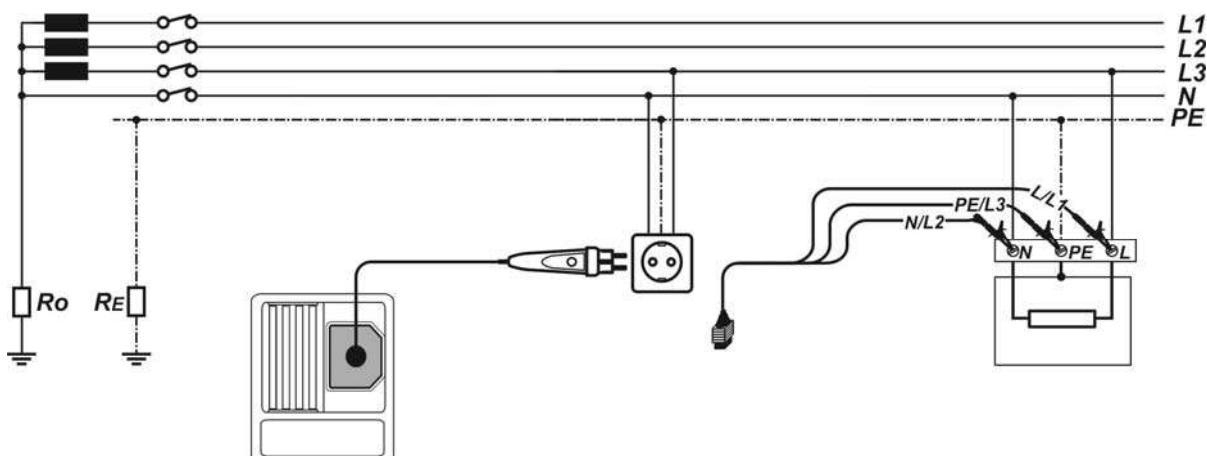

Рисунок 5.30: Подключение штепсельного щупа «plug commander» и 3-х проводного тестового кабеля
- **Подключите** измерительные щупы к тестируемому устройству (см. Рисунок 5.30: *Подключение штепсельного щупа «plug commander» и 3-х проводного тестового кабеля* ).